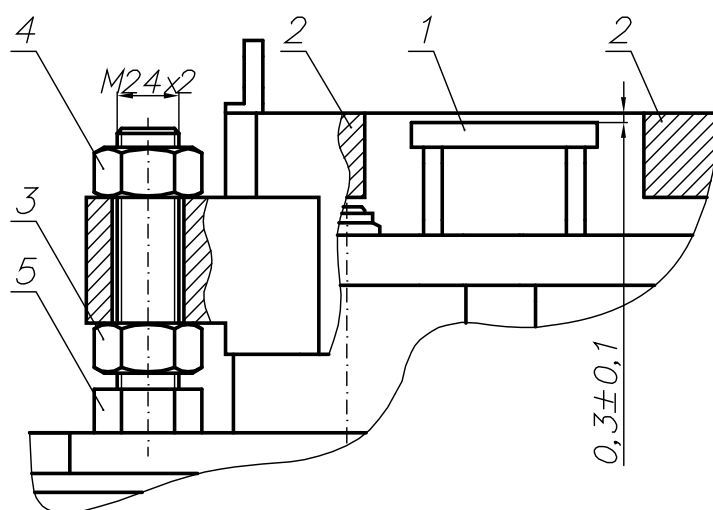

Рис. 21. Схема настройки зазора.
- не менее 1 раза в 2 недели контролировать зазор между опорой поддона и верхней поверхностью вибростола, рис. 21. Для контроля использовать щуп и линейку. Для изменения величины зазора необходимо ослабить гайку стопорную и, вращая регулировочную гайку 3, установить необходимый зазор. Величина зазора контролируется в центре вибростола и в четырех его крайних точках. После настройки и проверки величины зазора стопорную гайку 4 затянуть, проверку повторить еще раз;